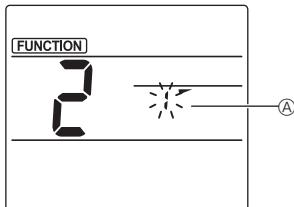

Fig. 3-2
- ② Luftklappennummer auswählen (Fig. 3-2)